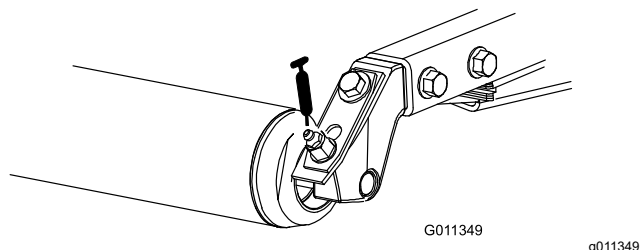

Figure 50
- Roulements de rouleur arrière (2 par plateau de coupe) (Figure 50)